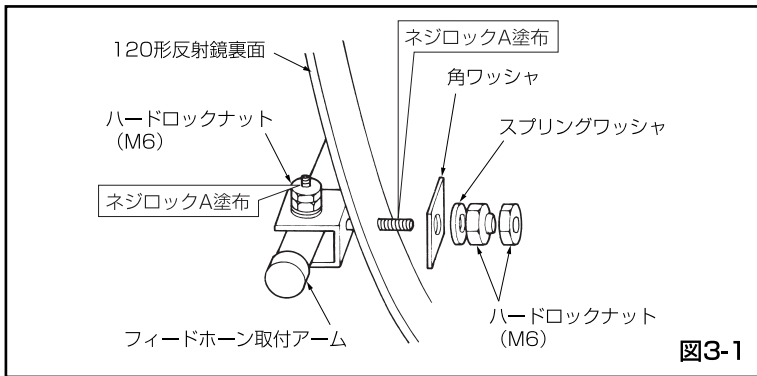

図3-1
- ① 120形コンバータアーム (φ22mm) を、120形反射鏡に取り付けた120形アーム取付金具 (大) に、アームの先端についている2本の六角ボルト (M6) で締め付けてください。
- ② 120形コンバータアーム (φ16mm) 2本を、それぞれ120形反射鏡に取り付けた120形アーム取付金具 (右) および (左) に、アームの先端についている六角ボルト (M6) で締め付け、仮止めしてください。
- ③ フィードホーン取付アーム (φ16mm) 2本を、図3-1のようにアームに取り付けられているボルトを120形反射鏡の穴に通し、ハードロックナット (M6) で締め付け、仮止めしてください。